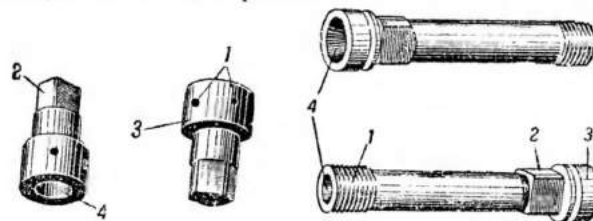

Рис. 6. Газовый регулятор:
7. Газовый регулятор (рис. 6) служит для регулирования количества отводимых пороховых газов из канала ствола. Регулятор имеет пять поперечных отверстий различного диаметра, любое из которых может быть установлено против газового отверстия газовой камеры.